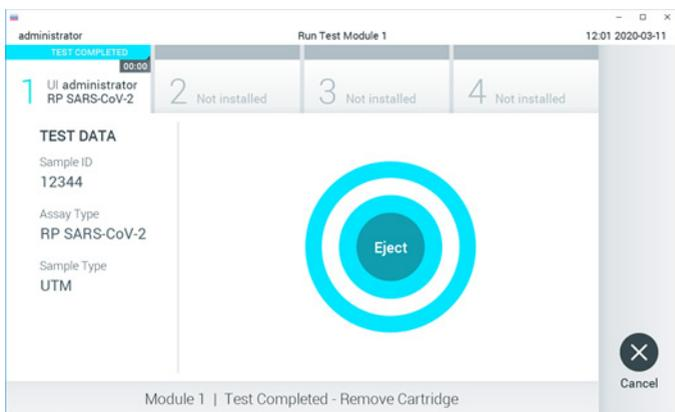

Figura 16. Schermata Eject (Espelli).
21. Al termine del test, verrà visualizzata la schermata Eject (Espelli) (Figura 16, pagina successiva) e la barra Stato dei moduli mostrerà il risultato del test come una delle seguenti opzioni: